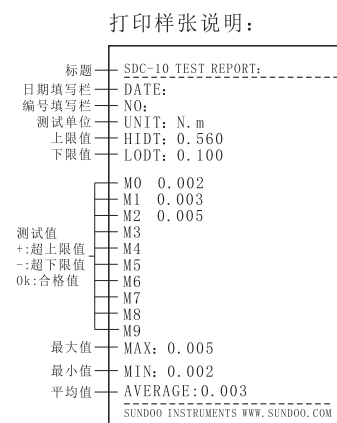

图8
- 2、当通讯方式设定为“打印报表”时，按下“ ”键，液晶屏显示“打印报表”闪烁，打印出仪器储存的10组数据及分析报告，打印样张如（图8）所示。